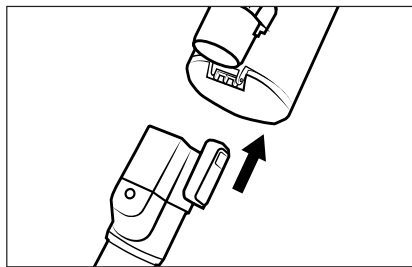

Fig. 1
- 1) Monte o tubo de aspiração 24 no aparelho, encaixando-o até ouvir um estalido (ver fig. 1).